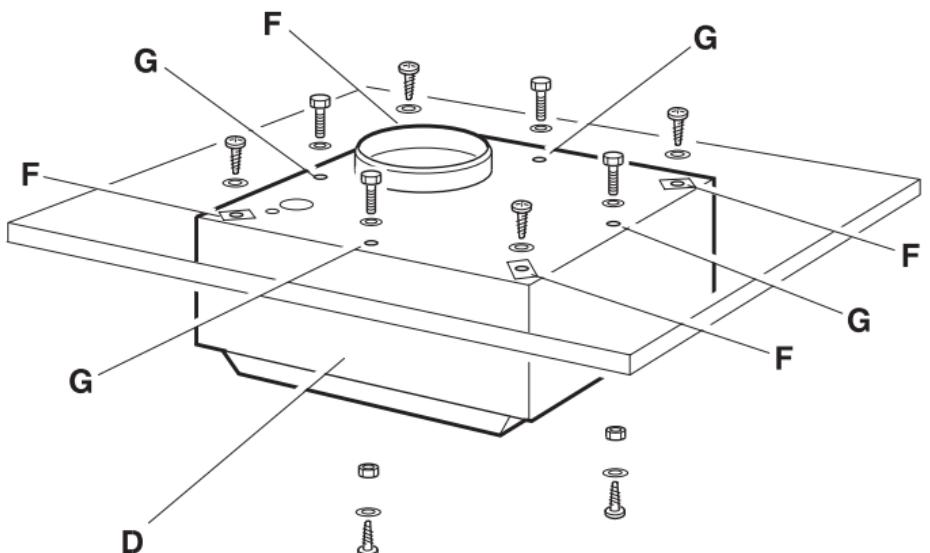

Fig. 6
- a) sfondare il diaframma pretranciato (L) sul lato della fascia che meglio interessa. Inserire il gommino in dotazione nel foro prodotto e introdurre il cavo di alimentazione (Fig. 6).